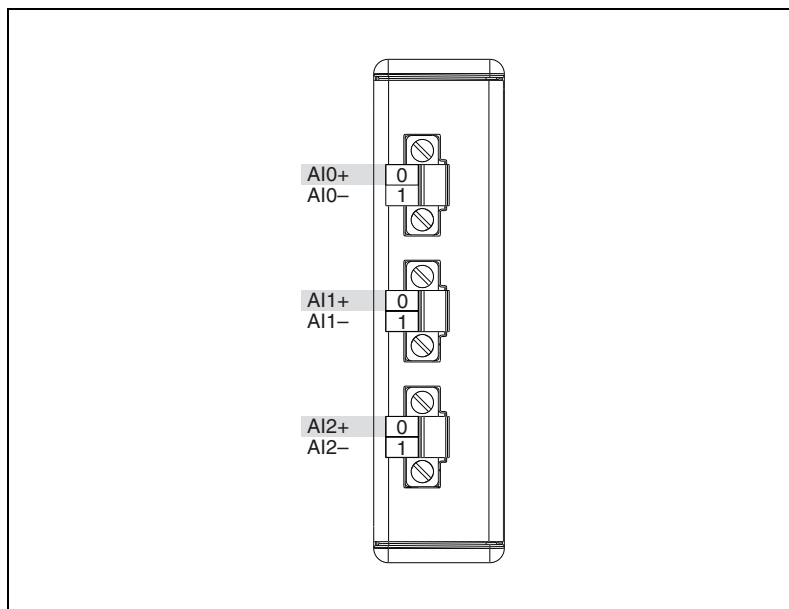

図 1 NI 9225 端子の割り当て
1. キャリブレータを検証したいチャンネルに接続します。キャリブレータの正の出力を AI+ に、負の出力を AI- に接続します。キャリブレータに内部接続されていないガード接続が装備されている場合は、端子を AI- に接続します。NI 9225 の端子割り当てについては、図 1 を参照してください。